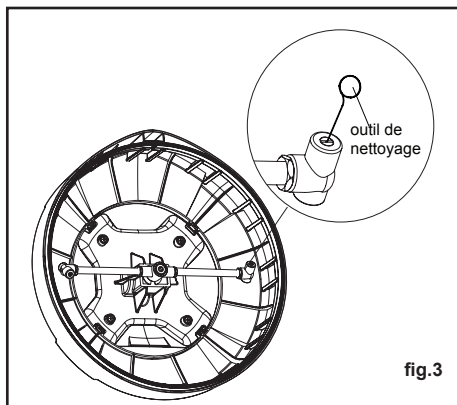

fig.3
- Si des rayures ou des marques circulaires surviennent toujours, une ou plusieurs buses du nettoyeur de surfaces pourraient être bouchées. Débranchez le nettoyeur de surfaces de la lance de la laveuse à pression avant d'en effectuer l'entretien. À l'aide d'un trombone déplié ou d'un outil de nettoyage de buse (non inclus), dégagez tout corps étranger qui bouche ou qui obstrue la buse. (Voir la Fig.3)